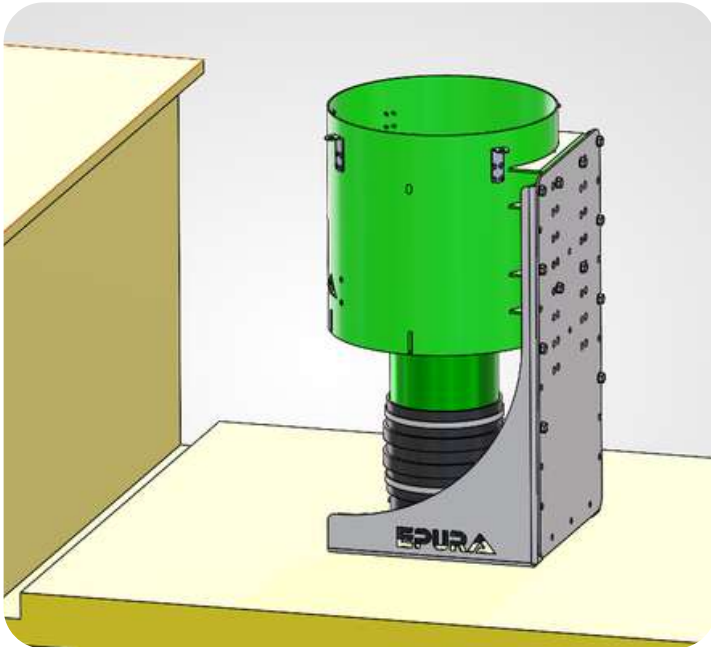

figure 8
- 5 Raccorder l'Epura à l'entrée d'air du moteur (**figure 8**).